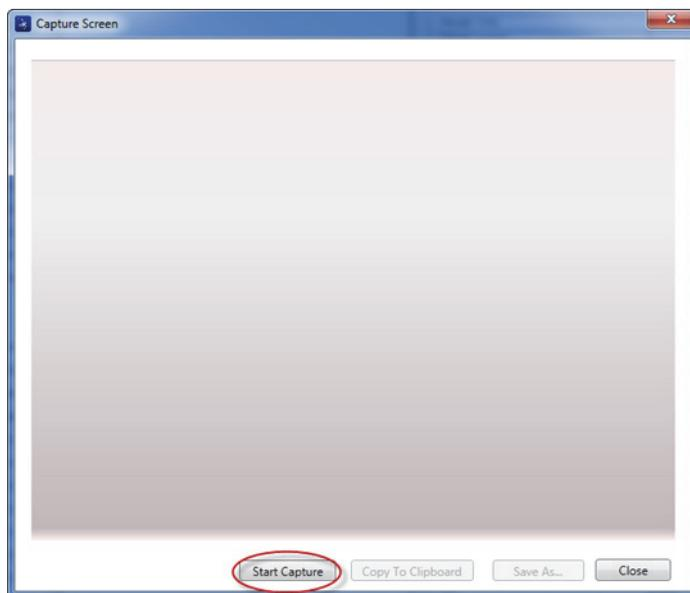

Рис. 6-7 Окно Capture Screen (Сделать снимок)
Откроется диалоговое окно **Capture Screen** (см. Рис. 6-7 на стр. 321).
4. В диалоговом окне **Capture Screen** щелкните **Start Capture** [Сделать снимок] (см. Рис. 6-7 на стр. 321).